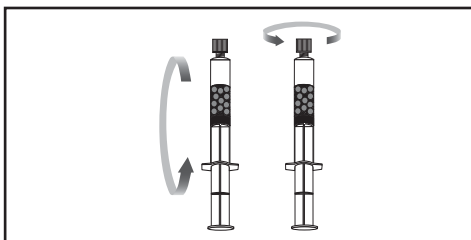

Figura 5b.
- 2.3 Mezcle suavemente invirtiendo/removiendo la jeringa de carga cada cinco minutos (Figura 5b). Si se agita muy fuerte, puede producirse espuma.